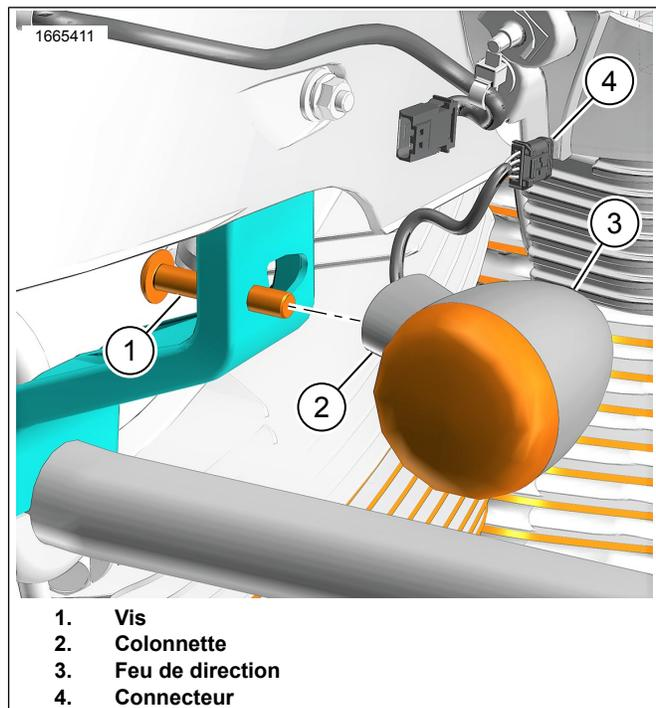

Figure 8.
- a. Voir la figure 8. Faisceau de feux de direction à travers une patte de fixation de carénage.
- b. Installer l'élément d'écartement (2) du feu de direction (3).
- c. Poser la vis (1). Serrer.